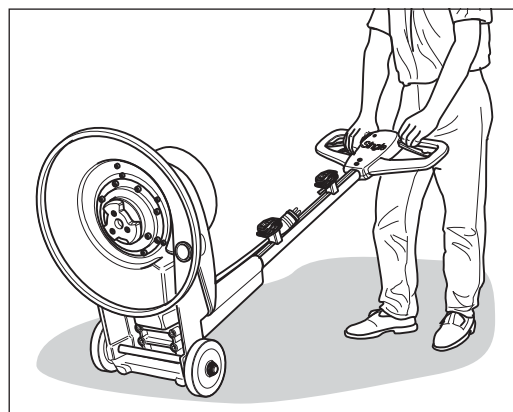

Abb. 37 Die Maschine nur in dieser Position über ebene Flächen oder kleine Absätze bewegen.
- 5 Heben Sie mit beiden Händen den Handgriff soweit nach oben, bis Sie bequem stehen (Abb. 37).
- 6 Nun können Sie die Maschine schieben oder ziehen (Abb. 37). In dieser Position kann die Maschine mit geringem Kraftaufwand gehalten und bewegt werden.